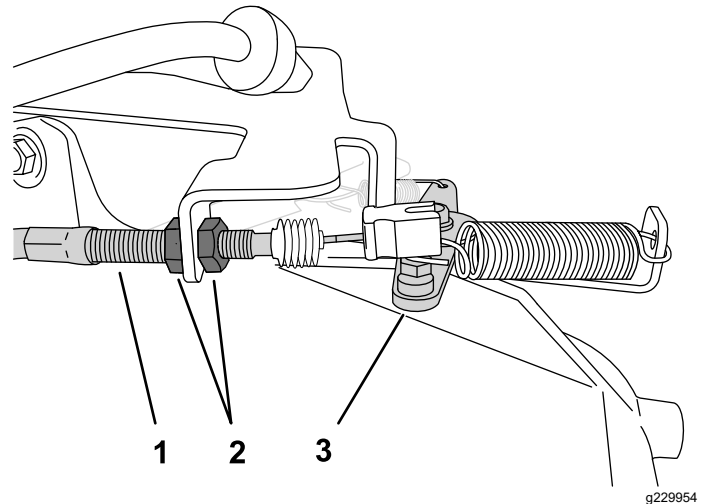

Figure 44
2. Au niveau de la gaine du câble d'accélérateur, desserrez l'écrou de blocage avant et serrez l'écrou de blocage arrière pour augmenter le régime de ralenti (Figure 44).